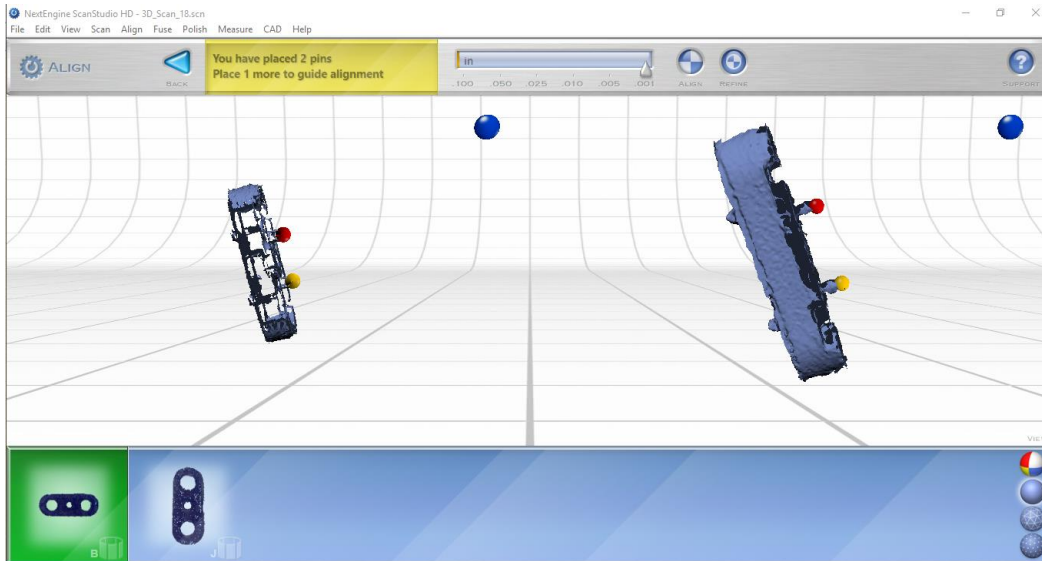

Figura 47. Alineando objeto.
12. Se muestran las dos figuras escaneadas, una a cada lado como se observa en la Figura 47. Luego seleccione los puntos de colores en ambos lados como se muestra en las Figuras 47 y 48.